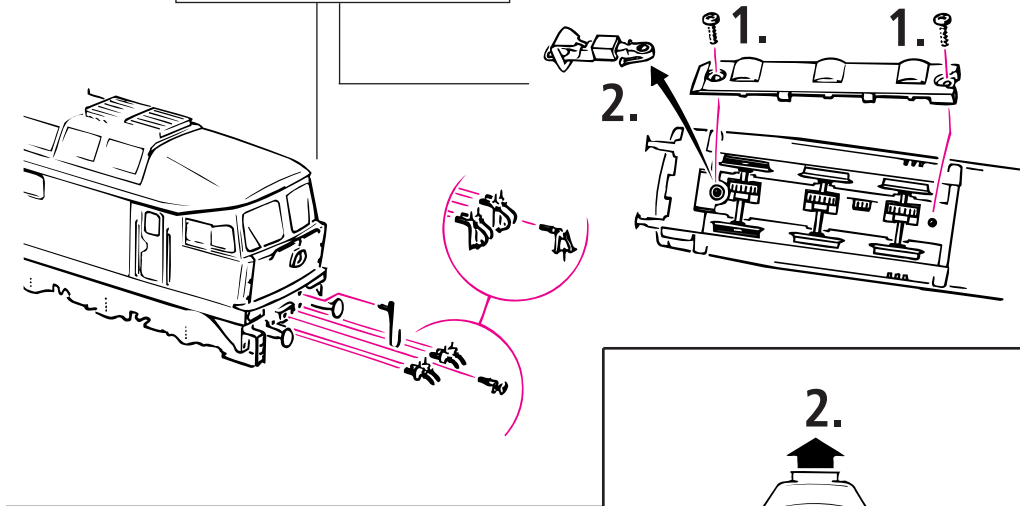
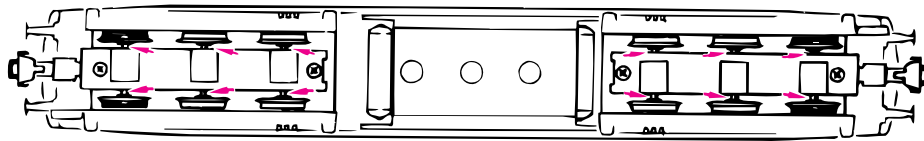
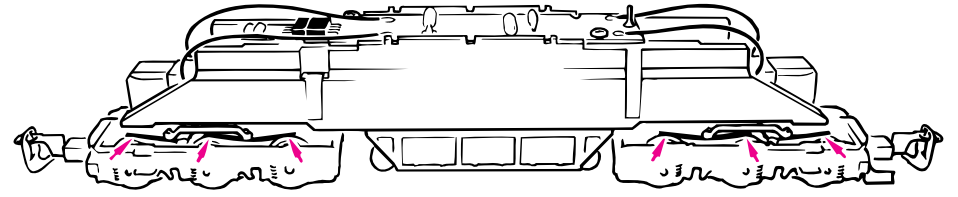

Fig. 3
Fig. 9
Fig. 10
1. Reinigung der Radstromkontakte: Radstromkontakte können auf unsauberen Schienen leicht verschmutzen. Bitte **entfernen Sie vorsichtig** mit einem kleinen Pinsel **den Schmutz** an den in Fig. 9 gekennzeichneten Stellen. Dazu zuerst das Lokgehäuse abnehmen (Fig. 3).
2. Schmierung: Versehen Sie die im Schmierplan in Fig. 8 gekennzeichneten Stellen mit nur **kleinen Öltropfen**. Dazu zuerst das Lokgehäuse abnehmen (Fig. 3). Wir empfehlen den **ROCO-Öler** Art. Nr. **10906**. Zur Schmierung der Getriebeteile (Zahnräder, Schnecke) empfehlen wir das **ROCO-Spezialfett 10905**. Im Falle der Schmierung diese Teile bitte nicht ölen.
3. Lämpchenwechsel: Zuerst das Lokgehäuse abnehmen (Fig. 3). Danach können Sie die **Lämpchen** wechseln (Fig. 6).
5. Kohlebürstenwechsel: Lokgehäuse abnehmen (Fig. 3). Danach werden die **Kohlebürsten** bzw. der Motor ausgewechselt (Fig. 10).
1. Nettoyage des lames de contact aux roues: Les lames de contact risquent de s'encrasser rapidement sur des voies poussiéreuses. Veuillez **enlever la poussière** aux endroits marqués à la fig. 9 à l'aide d'un petit pinceau souple après avoir démonté le couvercle d'engrenage (fig. 3).
2. Graissage: N'appliquez **qu'une tout petite goutte** aux endroits indiqués par le plan de graissage (fig. 8) après avoir démonté la caisse de la locomotive (fig. 3). Nous vous recommandons le **graisseur à huile ROCO réf. 10906**. Pour graisser les engrenages (roues dentées, vis sans fin) nous vous conseillons la **graisse spéciale Roco réf. 10905** pour engrenages en matières synthétiques. Lorsque vous utilisez cette graisse il faut éviter d'huiler ces composants.
3. Remplacement des ampoules: Veuillez démonter d'abord la caisse de votre locomotive (fig. 3), puis vous pouvez **échanger les ampoules** (voir fig. 6).
5. Remplacement des balais du moteur: Démontez la caisse (voir fig 3). Démontez ensuite le moteur et échangez le balais ou le moteur (fig. 10).
1. Reinigen van de wielcontacte: Verwijder met een penseel het vuil van de aangegeven plaatsen (Fig. 9).
2. Het smeren: Op de aangegeven punten slechts een **enkel oliedruppeltje** (Fig. 8). Daartoe wel eerst het lochuis verwijderen (Fig. 3). Wij adviseren **Rovo-smeerolie Nr. 10906**. Voor het smeren van de aandrijving (tandwielen, wormwielen, etc.) adviseren wij **Roco-smeervet Nr. 10905**. Let op. Geen olie gebruiken waar smeervet zit.
3. Verwisselen van de lichten: Verwijder eerst de loc-kap (Fig. 3) en **verwissel dan de lampes** (Fig. 6).
5. Het vervangen van de koolborstels: Loc-kap verwijderen (Fig. 3). Daarna tilt u de motor eruit en kunt u de borstels vervangen (Fig. 10).